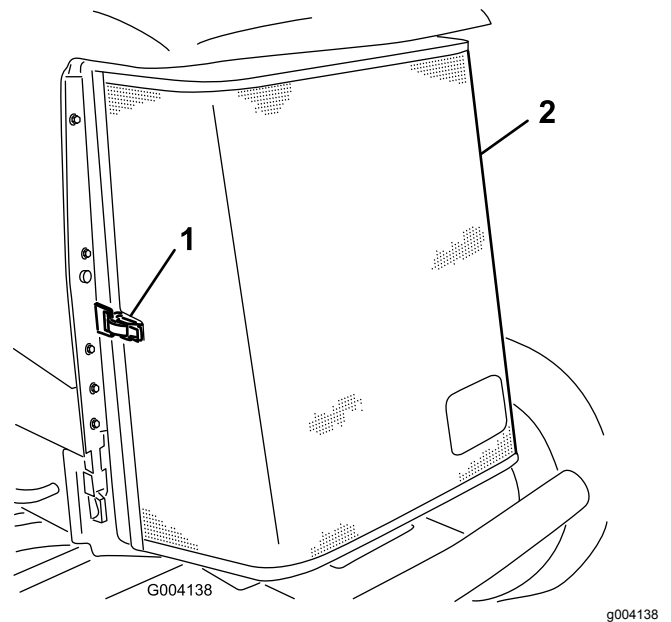

Figura 81
3. Desenganche y abra la rejilla trasera (Figura 81).